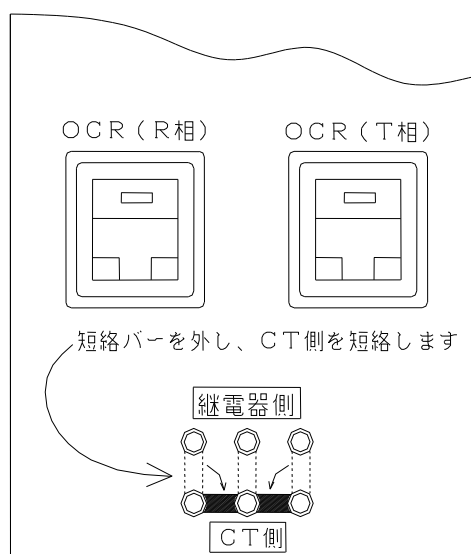

図2：試験用端子の短絡方法
2. 測定を行う継電器に電流要素の接続を確認します。活線状態(受電状態)で高圧盤の試験用端子より行う場合は、C T回路側を短絡バーにて短絡状態にします。短絡状態にする場合は、絶対にC T回路が開放状態にならないように注意して作業を行ってください。停電状態で作業を行う場合は、C T回路と接続している各相の短絡バーを取り外すだけで結構です。(図2)